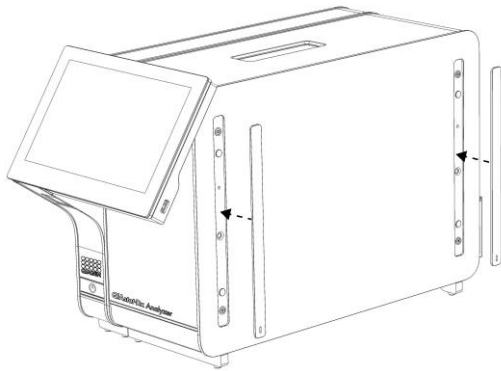

Figura 7. Ricollegamento dei coperchi di protezione.
4. Riattaccare i coperchi di protezione sul lato del modulo analitico (Figura 7, pagina successiva).